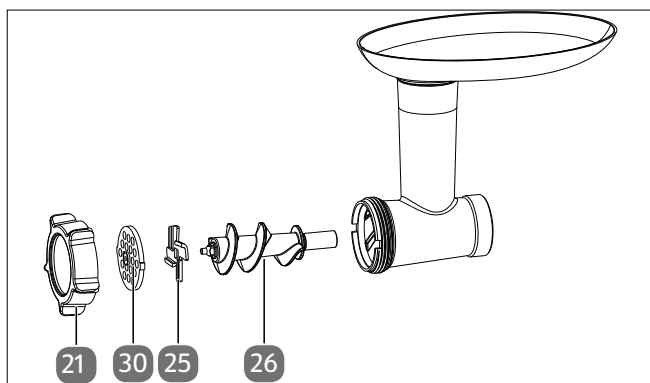

Fig. 12 – Accessoires pour hachoir à viande
- Assemblez le hachoir à viande avec les accessoires dans l'ordre indiqué ci-dessus (voir Fig. 12).